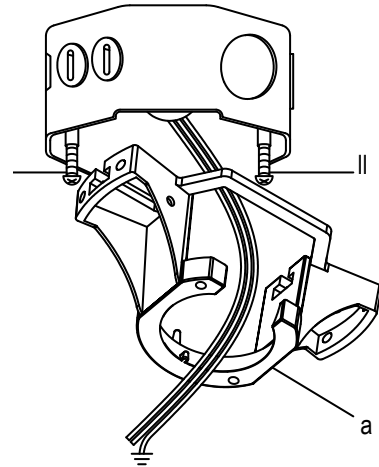

Fig. 5
**Étape 2.** Fixez le support de montage au plafond sur la boîte de sortie de courant à l'aide des vis et rondelles fournies avec la boîte de sortie de courant. (Fig. 5)